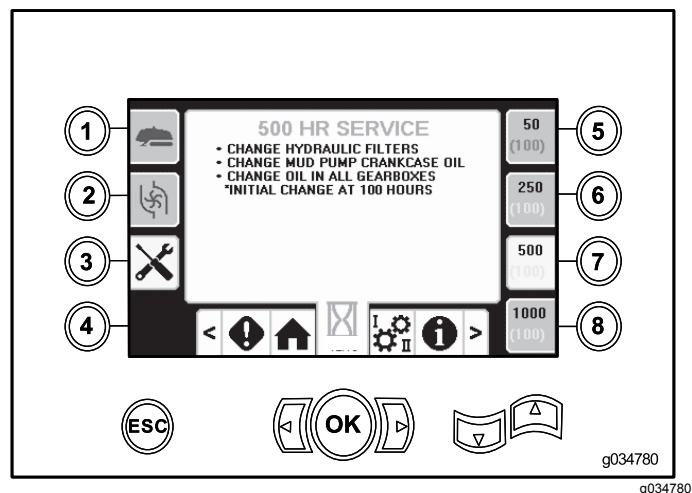

Bild 53
- Taste 7: 500 Stunden (Bild 53)